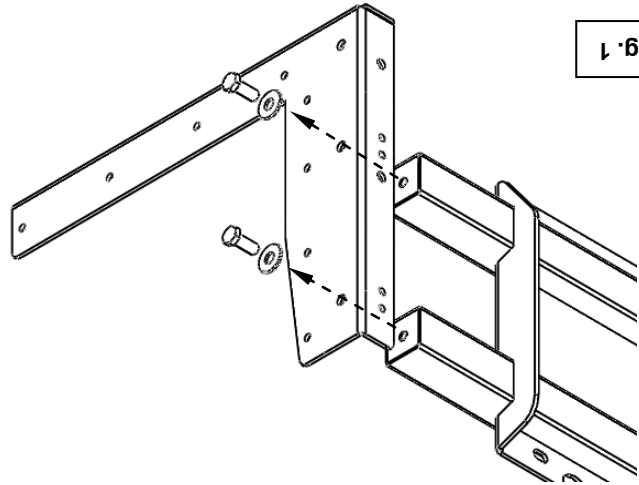

Fig. 1
1. Au moyen de (2) rondelles et (2) boulons ¼ po - 28, assemblez l'un des supports de fixation latérale au support arrière, tel qu'illustré à la Fig. 1. Contentez-vous pour le moment de serrer les boulons à la main. Répétez cette procédure pour fixer le second support de fixation latérale à l'autre extrémité du support de fixation arrière.